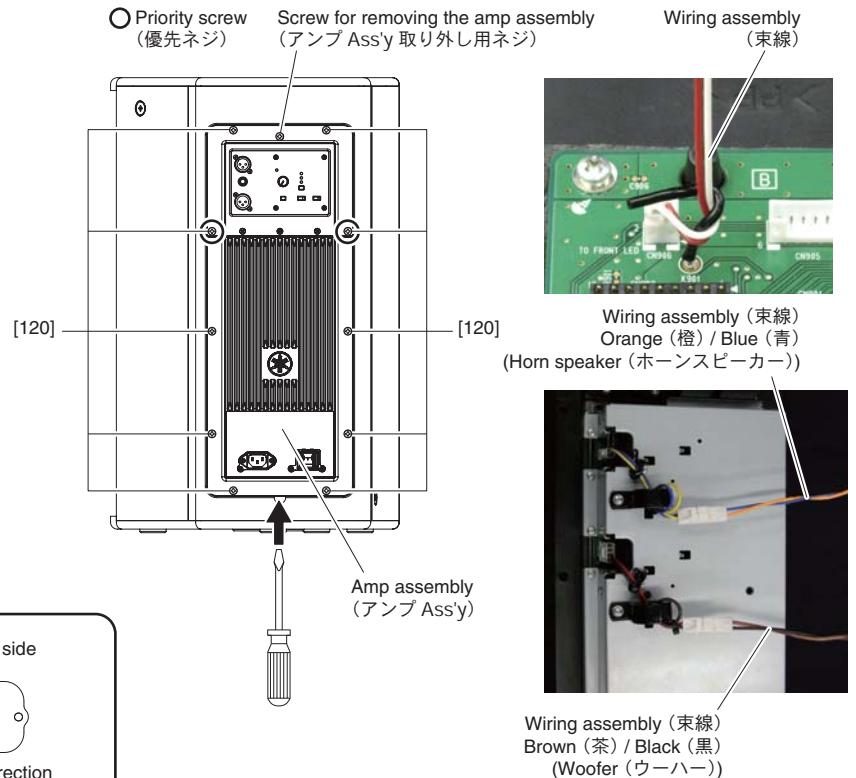

Fig. 8 (図 8)
- 5-1. Remove the ten (10) screws marked [120]. (Fig. 8)
- * When installing the amp assembly, first tighten the two (2) priority screws as shown in Fig. 8.
- 5-2. Follow the steps below to remove the amp assembly 112 carefully. (Fig. 8)
- (1) Loosen the screw for removing the amp assembly.
- (2) Insert the flat blade screwdriver or the like into the cavity of the cabinet, and push the bottom end of amp assembly up.
- (3) Pull the screw for removing the amp assembly to move up the top end of the amp assembly.
- (4) Hold both top and bottom of the amp assembly to remove it.
- 5-3. Disconnect the connectors of the wiring assemblies. (Fig. 8)
- 5-1. [120] のネジ 10 本を外します。(図 8)
- ※ アンプ Ass'y を取り付けるときは、図に示す優先ネジ 2 本を先に締めてください。(図 8)
- 5-2. 下記の手順で、慎重にアンプ Ass'y を取り外してください。(図 8)
- (1) アンプ Ass'y 取り外し用ネジを緩めます。
- (2) キヤビネットの切り欠きにマイナスドライバーなどを差し込んで、アンプ Ass'y の下部を浮かせます。
- (3) アンプ Ass'y 取り外し用ネジを手前に引いてアンプ Ass'y 上部を浮かせます。
- (4) アンプ Ass'y の上部と下部を持って、取り外します。
- 5-3. 束線のコネクターを外します。(図 8)